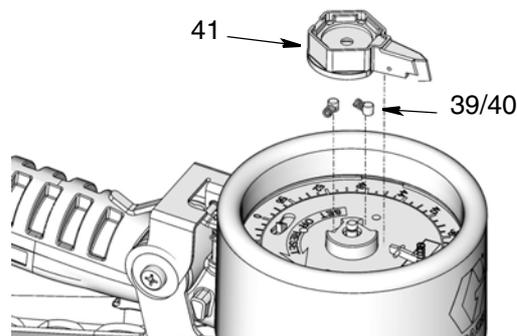

FIG. 27
3. Retire la aguja del puntero (41), los resortes (39) y las clavijas (40) (FIG. 27).